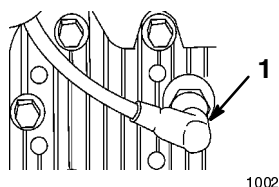

Figure 37
2. Débranchez la bougie (Fig. 37).